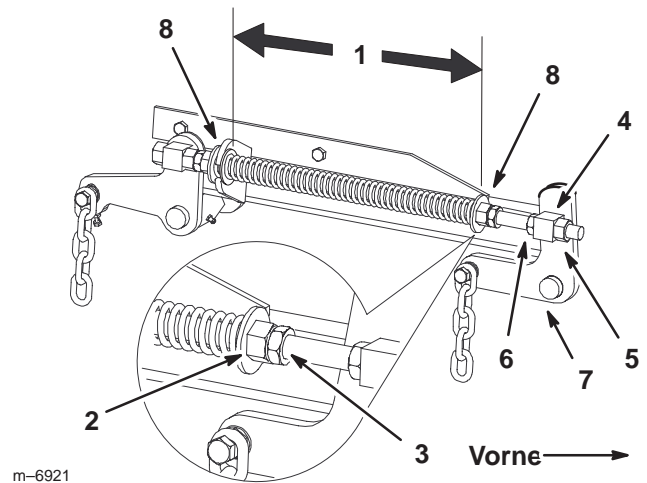

Bild 68
7. Lösen Sie die Klemmmuttern der vorderen Drehzapfen vorne am rechten und linken Drehzapfen um ungefähr 13 mm (Bild 68).
8. Stellen Sie die Hubmutter an der linken und rechten Seite der Maschine so ein, dass die Stelle **A vorne 6 bis 10 mm niedriger ist als die Stelle B hinten** (Bild 68).
1. Heben Sie den Hubhebel des Mähwerks in die Transportstellung an (Bild 68).
2. Prüfen Sie den Abstand zwischen den beiden großen Scheiben. Der Abstand muss 260 mm sein (Bild 68).
3. Stellen Sie den Abstand ein, indem Sie die Klemmmutter der Feder lösen und die Mutter vorne an jeder Feder drehen (Bild 68). Wenn Sie die Mutter im Uhrzeigersinn drehen, wird die Feder verkürzt. Wenn Sie die Mutter entgegen dem Uhrzeigersinn drehen, wird die Feder verlängert.
4. Arretieren Sie die Mutter, indem Sie die Klemmmutter der Feder anziehen (Bild 68).